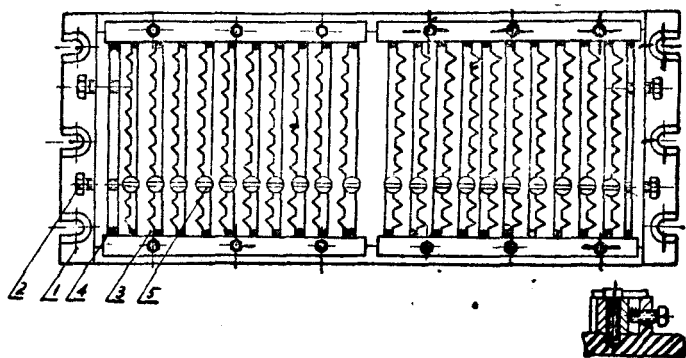
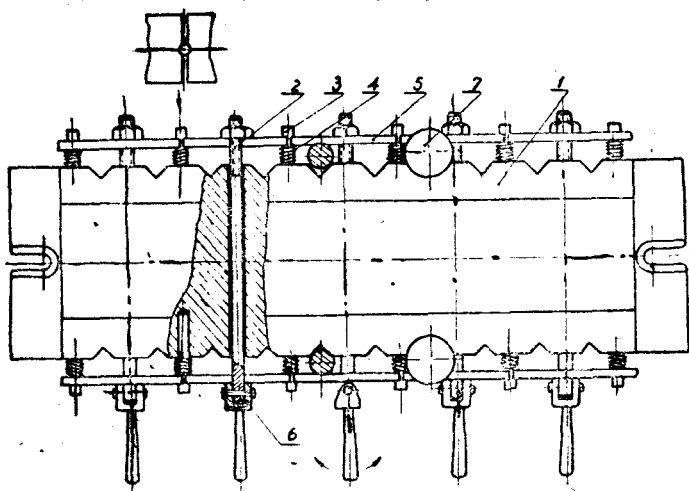
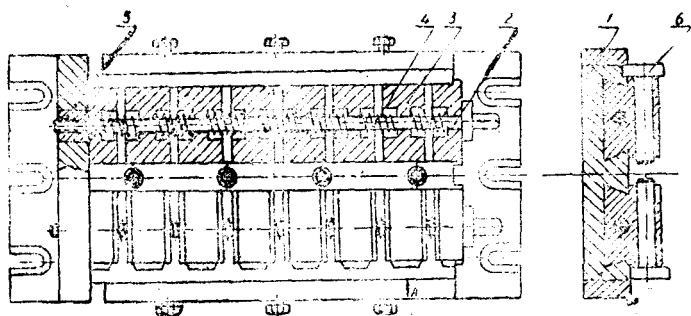

图1. 螺钉割口多活装卡夹具
图2. 銑連杆螺钉扁头的多活裝卡夹具
图3. 銑連結器扁方的多活装卡夹具
在提高劳动生产率上，比较显著的要算多活装卡夹具的使用。如图1所示，这种夹具效率提高了96倍多；图2和图3的两种夹具效率也提高20倍以上。这里所介绍的这三种夹具，其加工对象虽都属于螺钉割口或铣扁方，但对于其他工件也可以按所介绍的结构原理，结合具体情况加以改变采用。下面分别介绍一下这三种夹具的结构和使用情况：
1、铣螺钉割口的多活装卡夹具（图1）：
2、銑連杆螺钉扁头的多活裝卡夹具(图2):
3、銑連結器扁方的多活装卡夹具(图3):